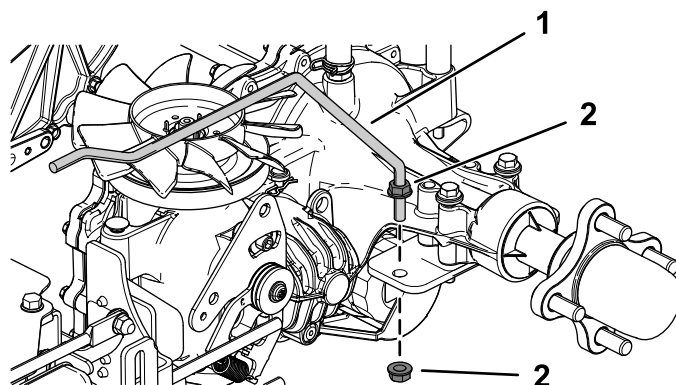

Figura 6
2. Montate le aste di supporto posteriori sinistra e destra utilizzando 2 dadi Whiz ($\frac{3}{8}$ ") su ciascun lato (Figura 6).